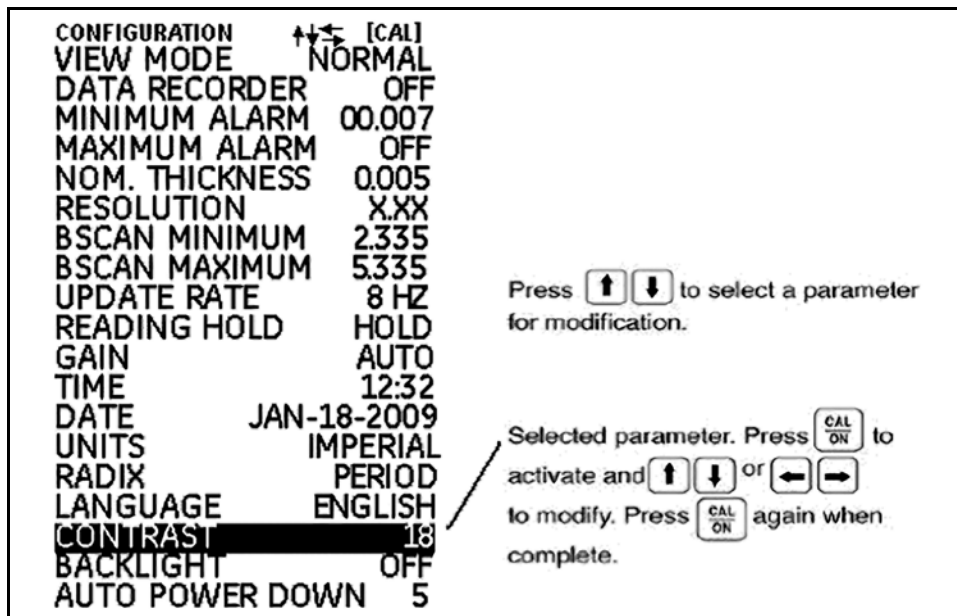

图 6: 配置显示模式
- **配置显示模式** - 通过此屏幕访问仪器控件。配置显示屏上列出的控件随安装的选件而变化（请参阅第 13 页的图 6）。